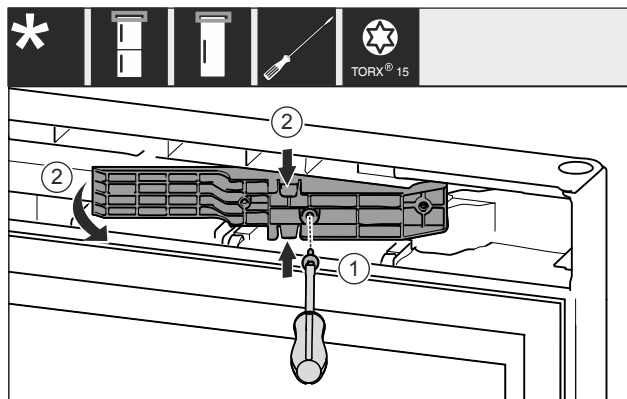

Fig. 12\*
- Vijake odvijte z izvijačem T15. Fig. 12 (1)\*
- Izvlecite prilagodilnik. Fig. 12 (2)\*